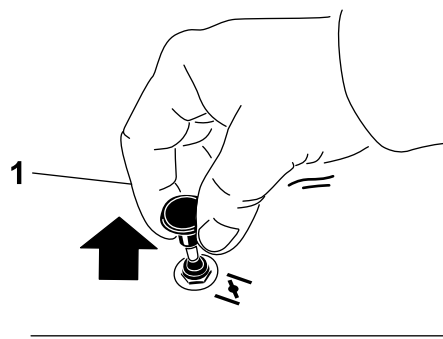

Figura 11
2. Tire hacia arriba del mando para engranar el estárter antes de girar la llave del contacto (Figura 11).
3. Presione hacia abajo el control del estárter para desactivar el estárter después de que el motor arranque (Figura 11).